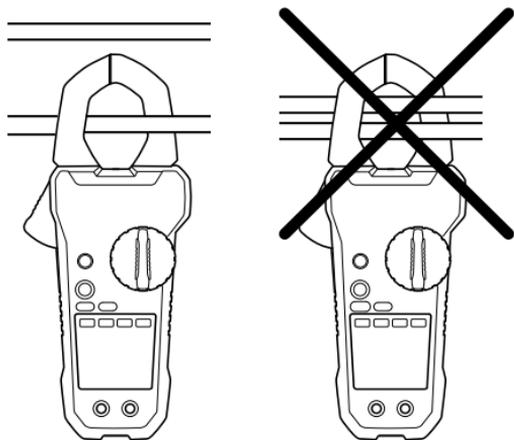

图 5.1 正确和错误设置
使用钳夹测量电流时，钳夹只能包住一根导线 — 请参阅图 5.1。
3. 按下扳柄，打开钳夹。完全包住一根导线——请参阅图 5.1。要获得最优结果，导线应位于钳夹中心。